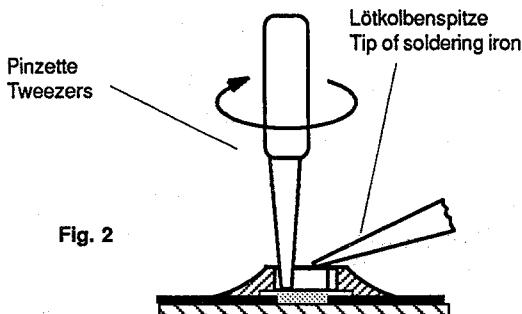

Fig. 2
- CHIP von der Klebung ohne Kraftaufwand abdrehen, damit unter dem CHIP liegende Leiterbahnen nicht abgerissen werden (Fig. 2).
2. Warm up the ends of the CHIP or the whole CHIP component and remove the CHIP from the adhesive by turning it without application of force so that the tracks beneath the CHIP do not break (Fig. 2).
Meßzeit  $\geq 1 \text{ s}$  (Fig. 2)